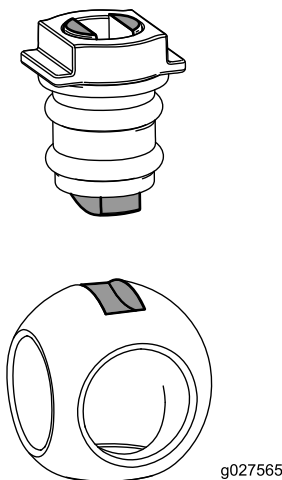

Figura 79
6. Inserte la bola en el cuerpo de la válvula (Figura 79).
Nota: El válvula debe encajar en la ranura de accionamiento de la bola. Si el válvula no encaja, ajuste la posición de la bola (Figura 79).